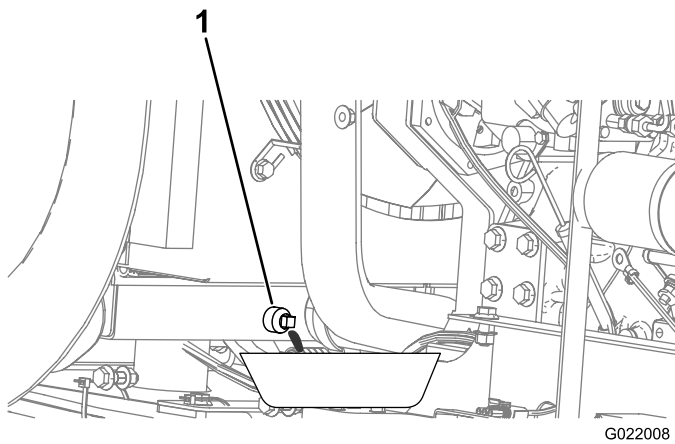

Figura 138
5. Posicione uma bandeja de drenagem sob o bujão de drenagem (Figura 138).
8. Instale o bujão de drenagem (Figura 138).
- C. Instale o bujão de drenagem (Figura 138).
- H. Instale o bujão de drenagem (Figura 138).